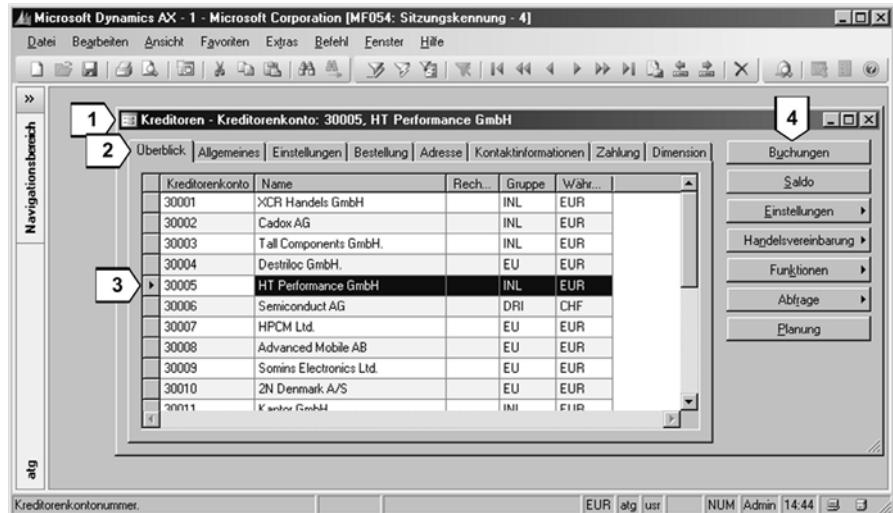

Abb. 2.5: Bearbeitungsfenster (Navigationsbereich automatisch ausgeblendet)
Die **Bearbeitungsfenster** („Formulare“) in Dynamics AX haben eine einheitliche Grundstruktur, wobei einzelne Elemente und Funktionen vom jeweiligen Bearbeitungsinhalt abhängen. Als Beispiel in Abbildung 2.5 weiter unten dient die Lieferantenverwaltung (**Kreditoren> Kreditoren**).
In der Titelzeile (1) des Bearbeitungsfensters wird links – falls in den Benutzeroptionen eingestellt – der aktive Mandant in Klammern gezeigt. Anschließend wird neben der Formularbezeichnung die Identifikation des aktiven Datensatzes gezeigt. In Abbildung 2.5 ist das der Lieferant mit der Kreditorenummer „30005“ im Mandanten „atg“.
Registerkarten/Reiter (2) werden verwendet, wenn sich in einem Bearbeitungsfenster nicht alle Informationen in Form einer einfachen Tabelle darstellen lassen. In diesem Fall wird auf dem Register (Reiter) *Überblick* eine Tabelle mit den wichtigsten Feldern gezeigt. Weitere generell verwendete Register sind die Reiter *Allgemeines* und *Dimensionen*. Daneben gibt es – wie in Abbildung 2.5 ersichtlich – oft weitere Reiter, die sich aus den Anforderungen der jeweiligen Bearbeitungsfunktion ergeben.